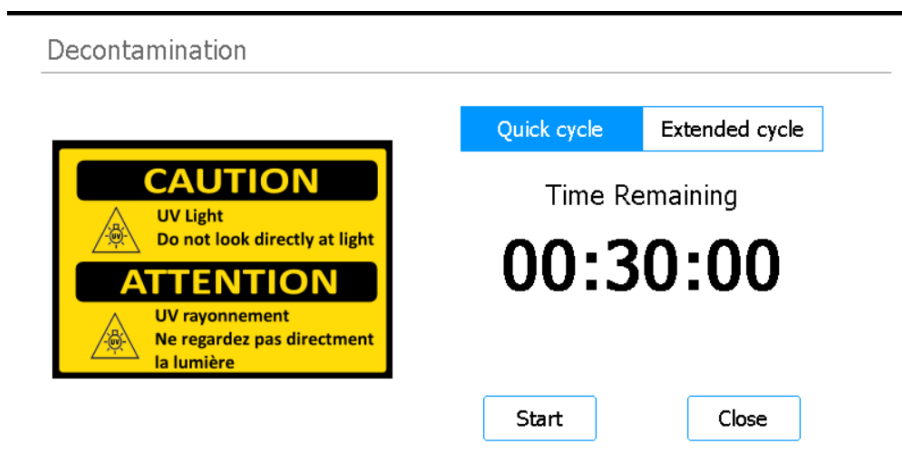

Figura 21 Ecrã Decontamination com o Quick cycle selecionado
- 3 Na parte superior do ecrã, selecione **Quick cycle**, conforme indicado na Figura 21.